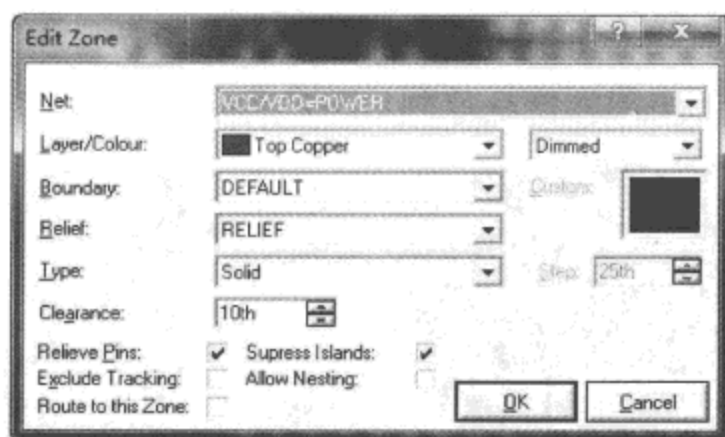

图 5.1.26 铺铜对话框
(4) 布线完成后,下一步的工作是铺铜。在编辑工具栏中选择按钮,绘制出一个不超出边框的矩形,绘制完成后会弹出图 5.1.26 所示的对话框,在 Net 下拉菜单中选择 VCC/VDD=POWER,在 Layer/Colour 下拉菜单中选择 Top Copper,单击 OK 按钮确认,完成顶层的铺铜。